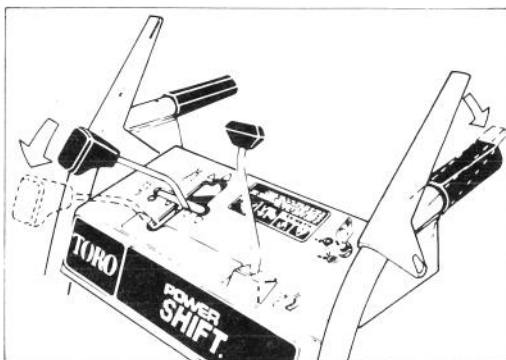

Figure 14
2. Pour orienter les roues vers l'avant ou vers l'arrière, tirez la commande de conversion sans la relâcher jusqu'au bout vers l'avant en position Power Shift (fig. 14).
3. Engagez entièrement le levier d'entraînement de traction pour régler les roues en position Power Shift (fig. 14 et 15).